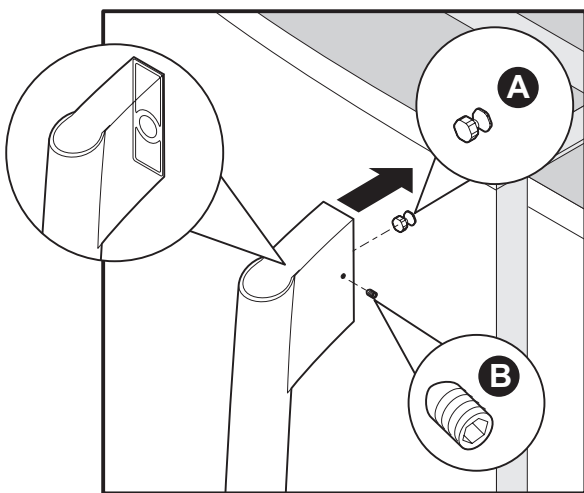

Figura 1
- 2 Coloque las tapas de extremo de la manija del congelador sobre los pernos (A) superiores e inferiores previamente instalados en la puerta asegurándose de que los agujeros de los tornillos de fijación queden orientados hacia la puerta del refrigerador. (Vea la figura 1).
- 3 Mientras sostiene la manija firmemente contra la puerta, apriete los tornillos de fijación superiores e inferiores tipo "Allen" (B) con la llave tipo "Allen" proporcionada. (Vea la figura 1).